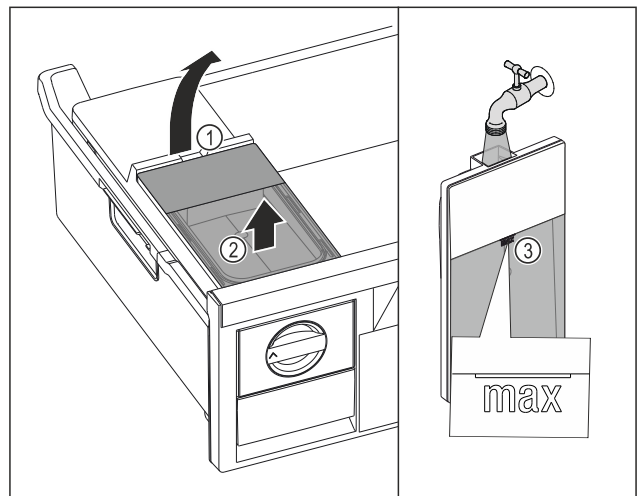

Fig. 180
- ▶ Elevar el depósito de agua por la entalladura Fig. 180 (1).
- ▶ Extraer el depósito de agua hacia arriba. Fig. 180 (2)
- ▶ Llenar el depósito de agua con agua potable hasta la marca Fig. 180 (3).